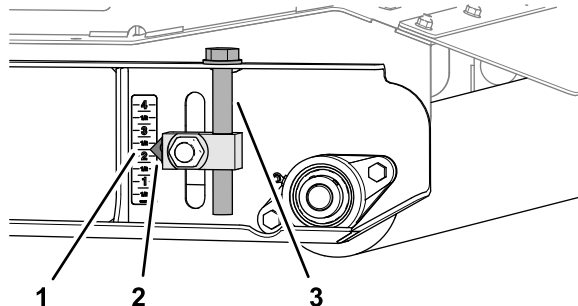

図 83
5. 後ローラのところで、左右の刈高アジャスタを、デカルの2-1/4"のマークに合わせて  図 83。